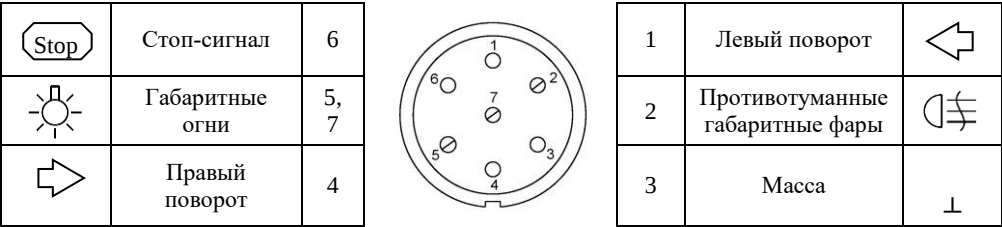

Рис.2. Схема подключения электрооборудования
- подключить провода от клемм розетки к бортовой сети автомобиля в соответствии со схемой Рис.2;